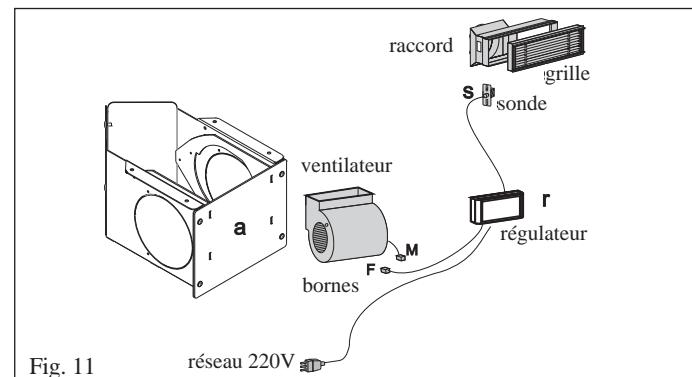
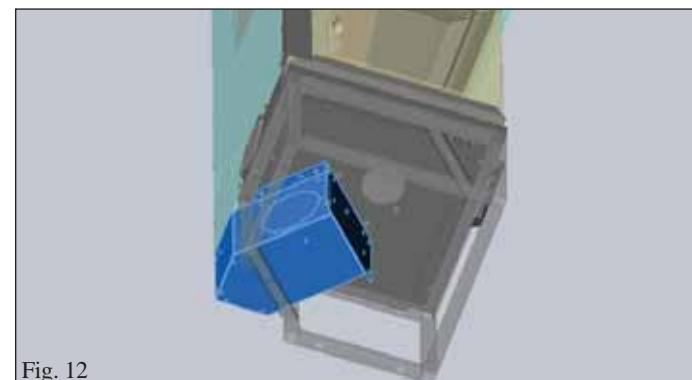

Fig. 11
Fig. 12
- Relier les deux connecteurs M et F (fig. 11).
- Enlever un des deux bouchons pré découpés présents sur la boîte métallique (fig. 11/12) pour permettre le passage du câble du ventilateur au régulateur.
- Dérouler le câble d'alimentation du régulateur (r - fig. 11) jusqu'à la prise de courant.
- Le câble avec la sonde (s - fig. 11) doit en revanche être relié à l'une des bouches (b - fig. 12) de sortie de l'air chaud normalement situées sur la contre-hotte.